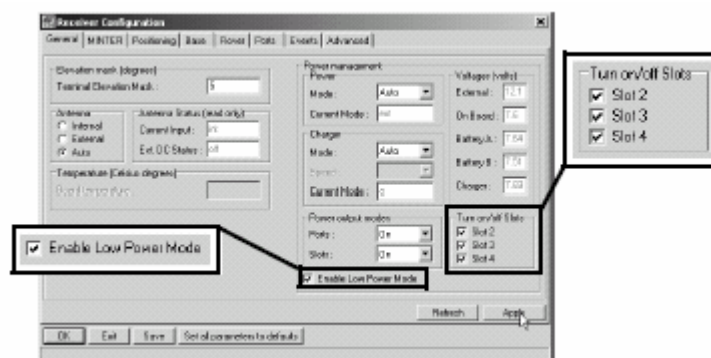

Figura 2-6. Habilitar y aplicar la configuración de alimentación
8. Seleccione y marque las casillas de verificación de *Slots on/off* para habilitar las ranuras de expansión internas correspondientes (Figura 2-6).
9. Seleccione y marque la casilla de verificación de *Activar modo bajo consumo* para poner el procesador del receptor en modo de bajo consumo de energía (Figura 2-6).